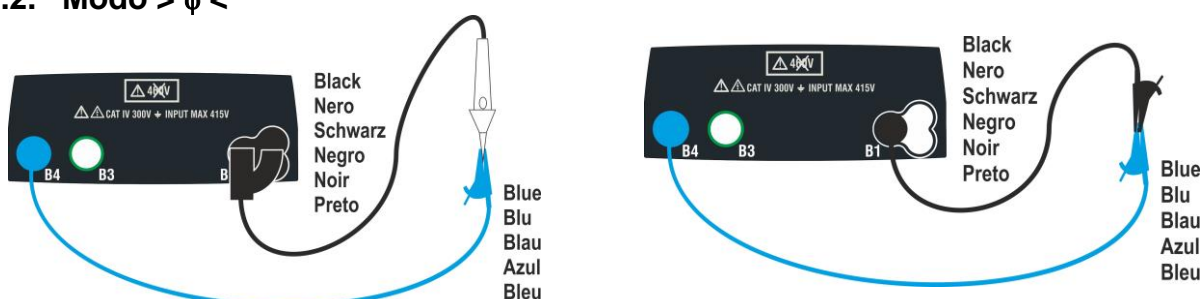

Fig. 12: Compensação da resistência dos cabos individuais e do condutor remoto
2. Ligue as pinças crocodilo e / ou os condutores e / ou o condutor remoto ao condutor em teste de acordo com Fig. 12.